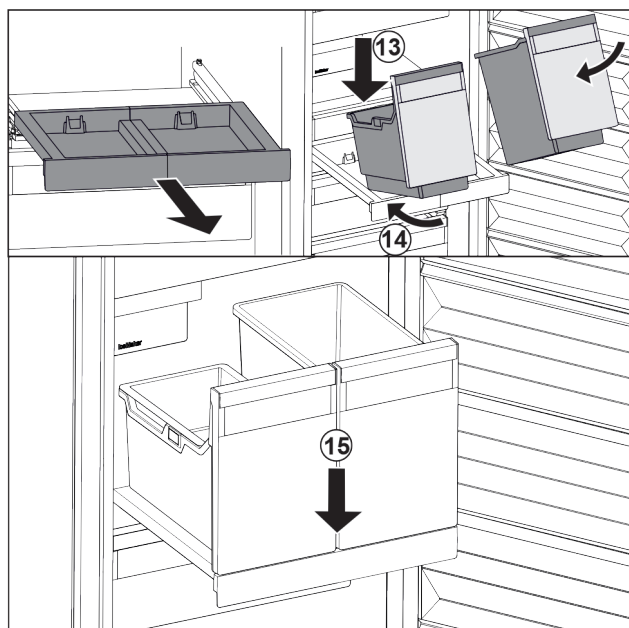

Fig. 39
- Nasadte nádobu šikmo na vysouvací desku. Fig. 39 (13)
- Zasuňte nádobu šikmo dozadu. Fig. 39 (14)
- Usadte vpředu nádobu. Fig. 39 (15)